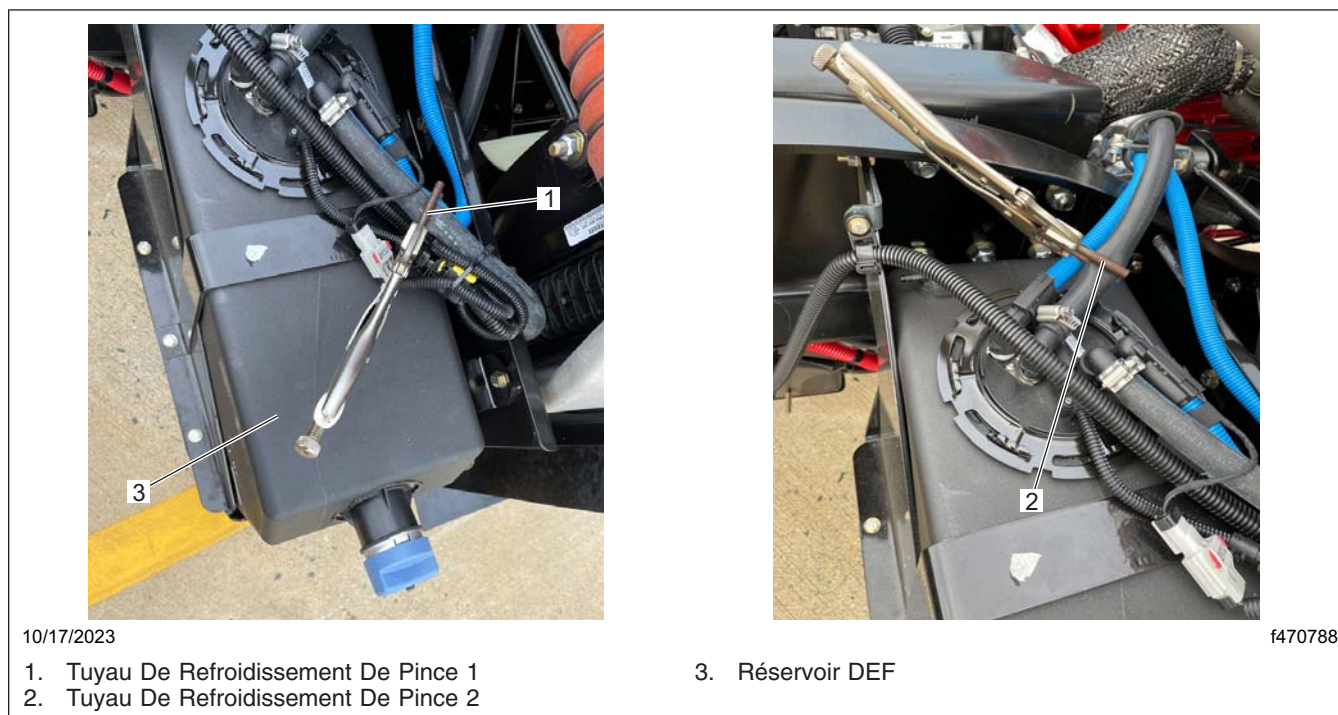

Fig. 3, Emplacement des conduites de liquide de refroidissement du réservoir de DEF
8. En passant par la porte du côté du réservoir DEF, placez des pinces sur les conduites de liquide de refroidissement du réservoir DEF afin d'éviter toute fuite. Conservez tout liquide de refroidissement résiduel dans un contenant propre. Voir **Fig. 3**.
9. Retirez les conduites de liquide de refroidissement des orifices d'alimentation et de retour comme indiqué à la **Fig. 3**.